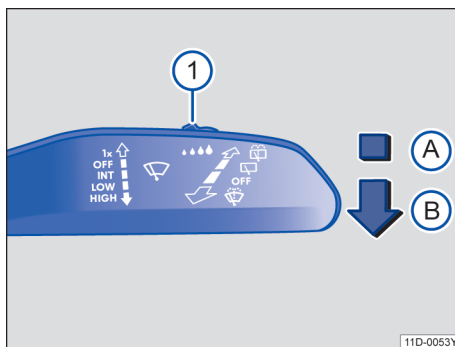

图 74 车窗玻璃刮水器操作杆：调节雨量传感器 ①
将操纵杆按压到所需位置→图 74：
雨量光线传感器的灵敏度可以通过车窗玻璃刮水器操纵杆中的开关→图 74①→第 69 页手动调节。